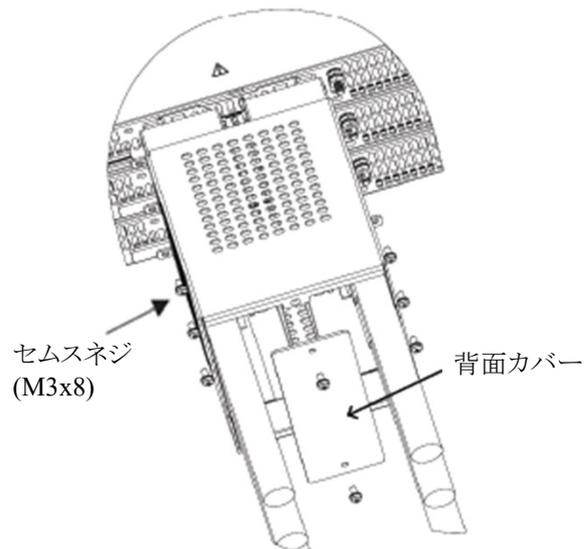

図4-41 出力端子カバーのリアパネルへの取り付け方法
5. 図4-41に示すようにM3×8セムスネジ(製品に添付されています)を使用して、電源のリアパネルに出力端子カバーを取り付けます。
(図4-41はGSP15kWの場合ですが、GSP10kWも同様です。
(図4-41はGSP15kWの場合ですが、GSP10kWも同様です。)